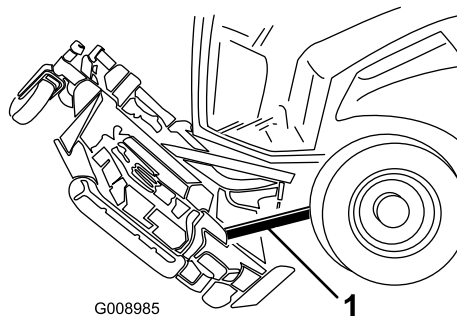

Figure 104
6. Placez une cale en bois entre l'arrière du plateau de coupe et la machine (Figure 104).